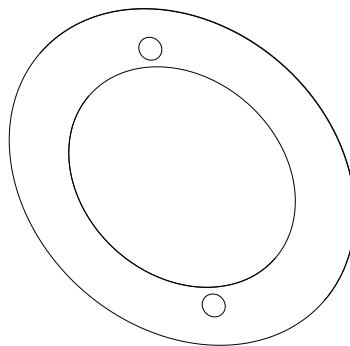

Рис. 2.8. Шаблон для разметки крепежных отверстий
3. Используя шаблон, разметьте крепежные отверстия на потолке / стене для адаптера LTV-BMW-IC2. Проделайте отверстие для установки видеокамеры (Рис. 2.8).